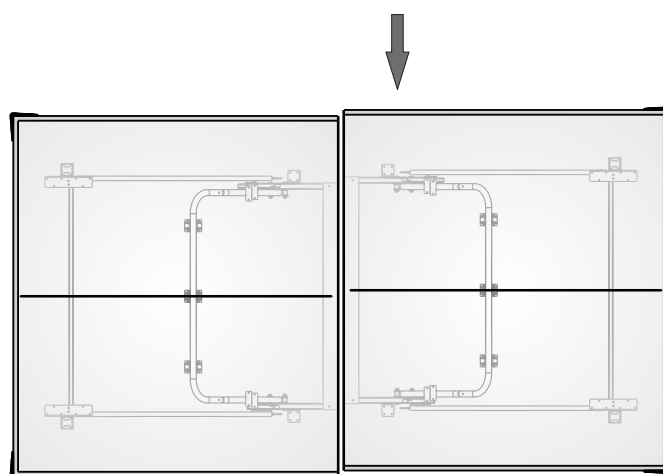

Figura 18
SI LA MESA NO ESTA ALINEADA CORRECTAMENTE: (ver Figura 18)
3. Con la ayuda de otros dos adultos, empuje las dos mitades de la mesa hasta que estén alineadas las dos mitades y volver a apretar las tuercas con alas (#32) como se muestra en la Figura 18.